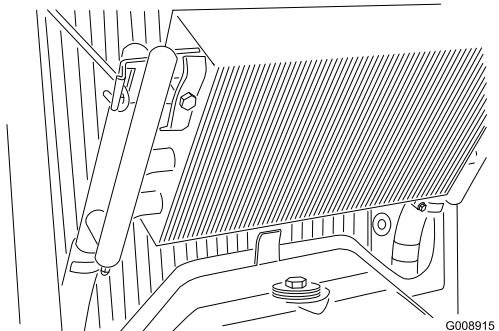

Bild 64
4. Entriegeln Sie den Ölfilter und schwenken ihn nach hinten (Bild 64).